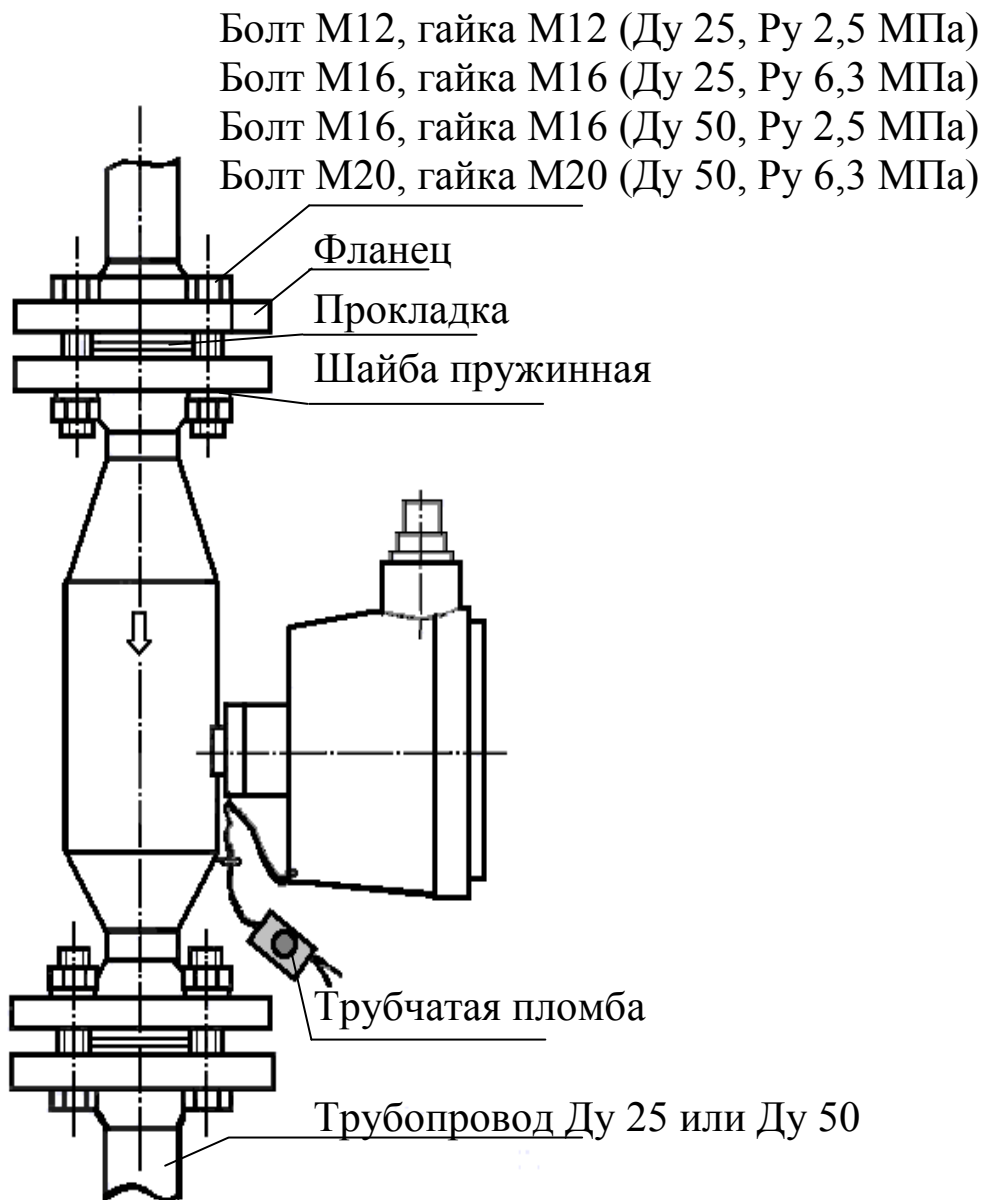

Рисунок 6
Проверить наличие маркировки на составных частях изделия путем сравнения с маркировкой, указанной в п.1.7, соответствие заводских номеров составных частей изделия заводским номерам, записанным в паспорте. Проверить наличие и целостность оттиска клейма поверителя на пломбе на корпусе изделия (см. рисунок 6).
2.5.1 Монтаж и установка изделия должны производиться в соответствии с утвержденным в установленном порядке проектом, разработанным специализированной организацией с учетом требований монтажного чертежа (рисунок 6). Запрещается приступать к работе, не ознакомившись с установкой и порядком работы изделия.